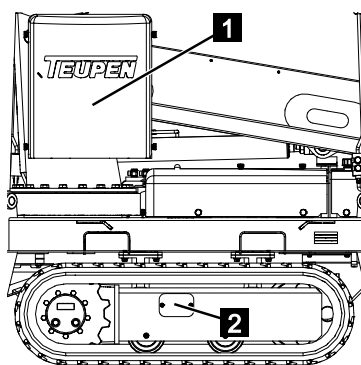

Abb. 136
2. Die Fettschiebekupplung aus der Hydraulikeinheit (Abb.136/1) entnehmen.
3. Wartungsdeckel (Abb.136/2) abschrauben.